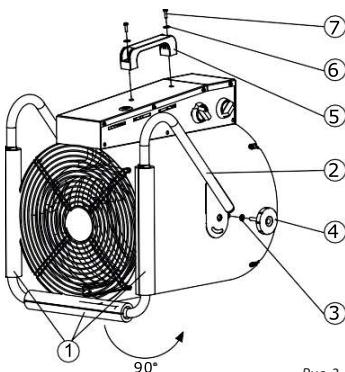

Рис. 3
Для приведение в рабочее положение прибора необходимо снять с опоры изолоновый упаковочный материал (1), повернуть опору на 90°, как указано на (рис. 3). На барашковый винт (4) надеть шайбу M6 (3) и закрутить через отверстие опоры в корпус. Прикрепить ручку для переноса (5) к блоку управления при помощи винта M4x14 (7) через шайбу M4 (6).